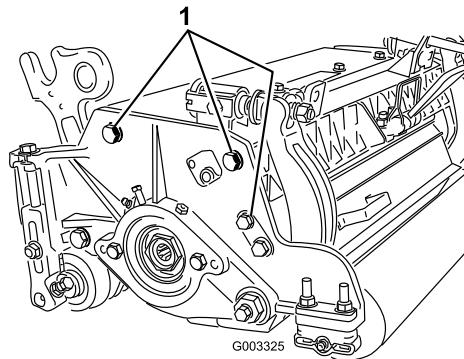

**Bild 10**
1. Legen Sie die benötigte Anzahl von Distanzstücken unter den Befestigungsflansch der Seitenplatte (Bild 10), um die Halterungen der hinteren Rolle (Bild 10) auf die gewünschte Schnitthöhe einzustellen, siehe Schnitthöhentabelle.